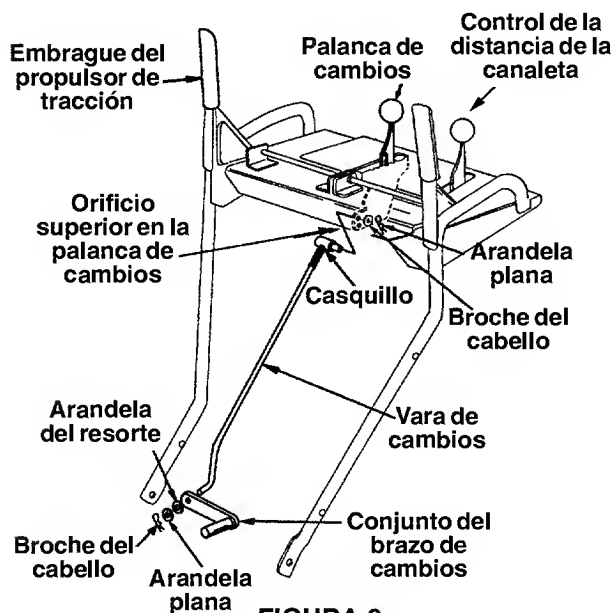

FIGURA 9
- Coloque la palanca de cambios en la posición de sexta (6) velocidad.
- Coloque el extremo doblado de la vara de cambio dentro del orificio en el conjunto del brazo de cambios. Vea la figura 9. Asegure con la arandela del resorte, arandela plana y broche de cabello.